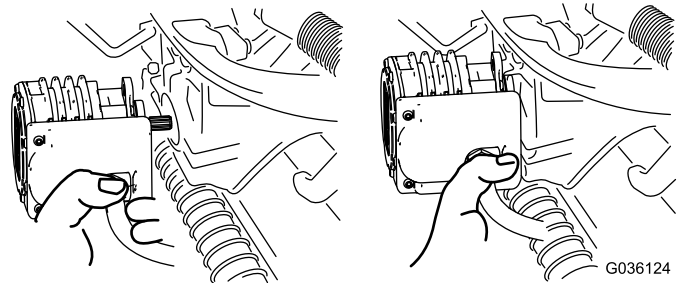

Figura 56
4. Mueva el motor al lugar de almacenamiento en la parte delantera del brazo de suspensión (Figura 56).